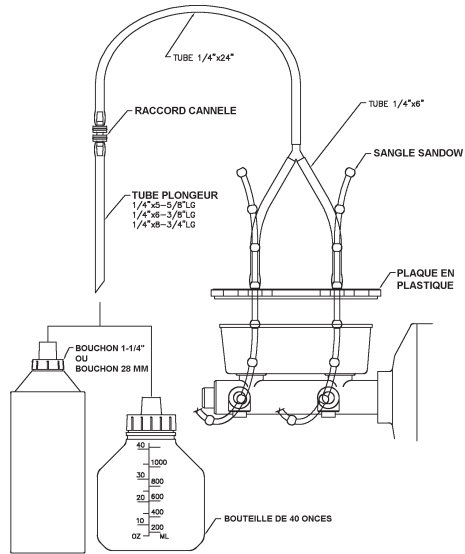

Figure 6
4. Sécuriser la Plaque de Joint au maître-cylindre en mettant le(s) sandow(s) en caoutchouc autour du maître-cylindre comme indiqué en Figures 6 et 7.
5. Assembler les tubes et adaptateurs comme indiqué en Figures 6 et 7. Soyez sûr de sélectionner un tube plongeur d'une longueur convenant à la profondeur du réservoir ou de la bouteille.